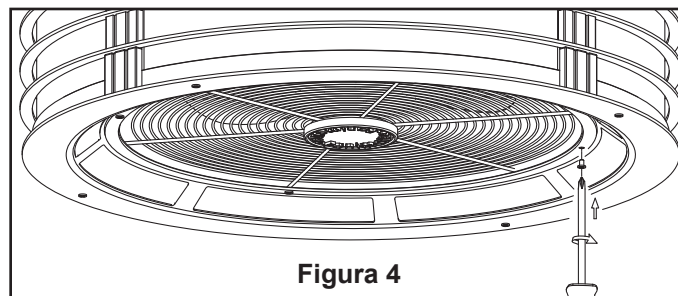

Figura 4
- ☐ 3. Vuelva a colocar la rejilla en el motor usando los tornillos extraídos. (Figura 4)